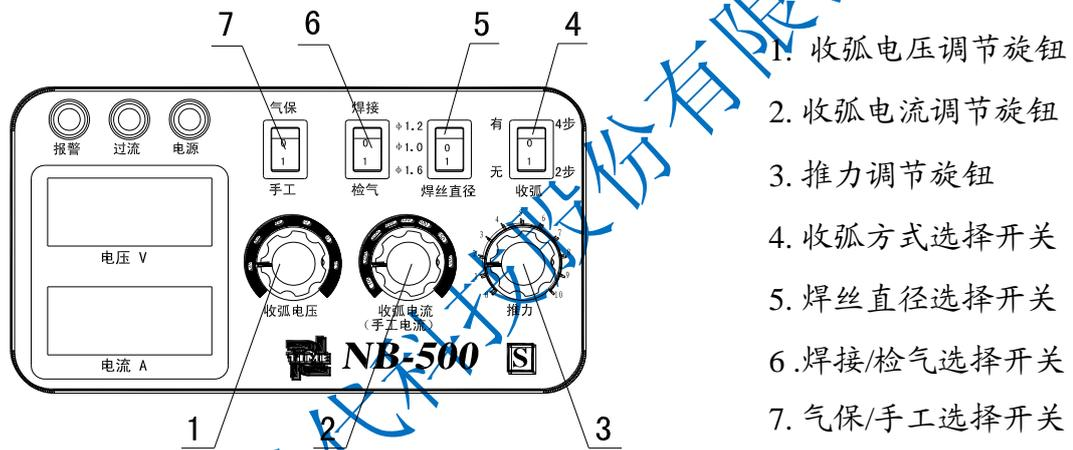
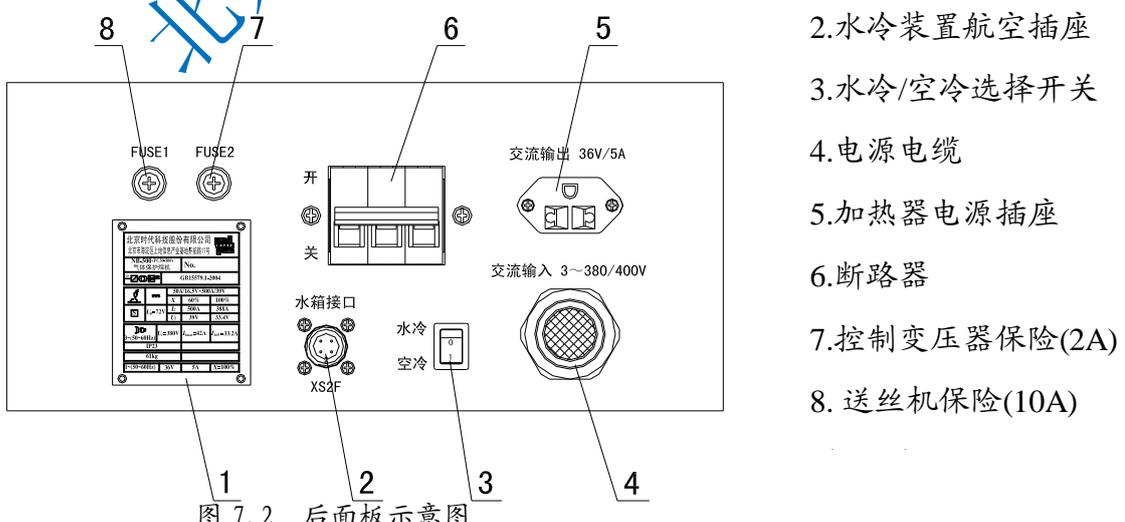

图 7.1 前面板示意图
图 7.2 后面板示意图
7.1 电源前面板设置 如图 7.1，电源后面板设置如图 7.2。